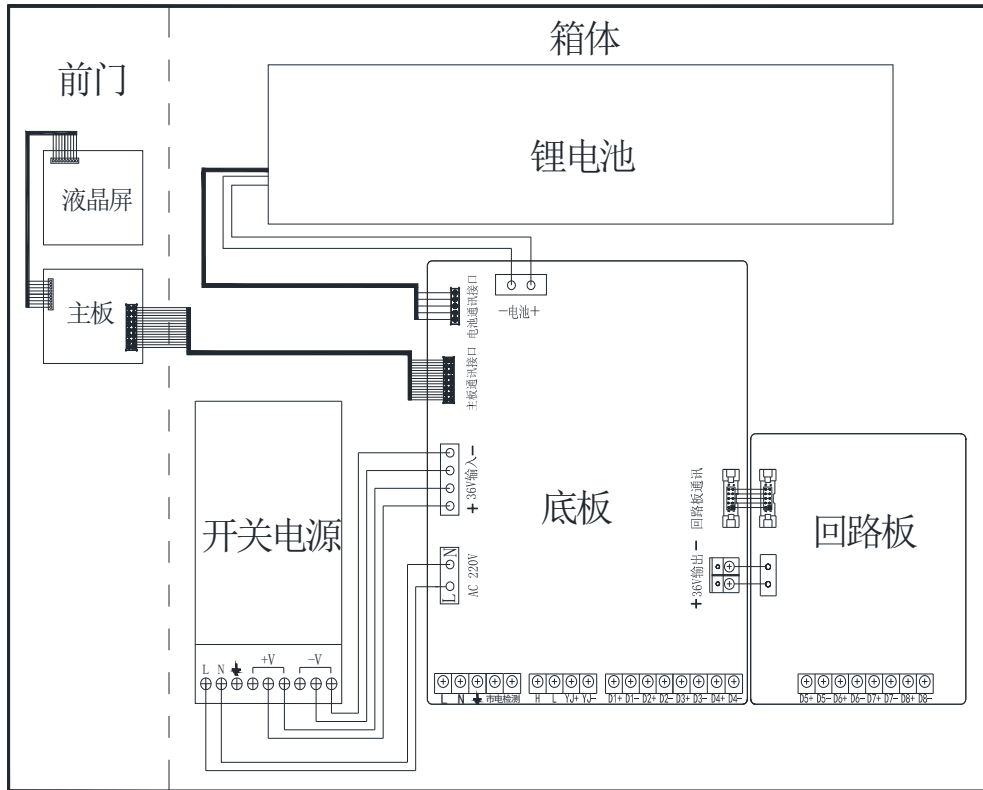

图 3 内部接线图
2. 内部接线如下图 3 所示：
打开电池包装，根据图 3 内部接线图进行电池接线。